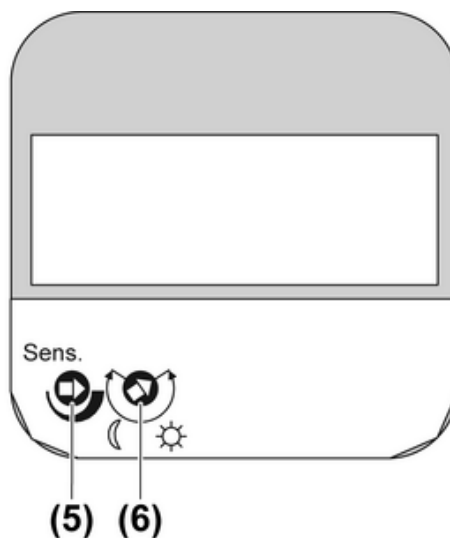

Figura 2: Interruttore automatico standard
- Impostare il regolatore (6) sulla posizione desiderata (figura 2).